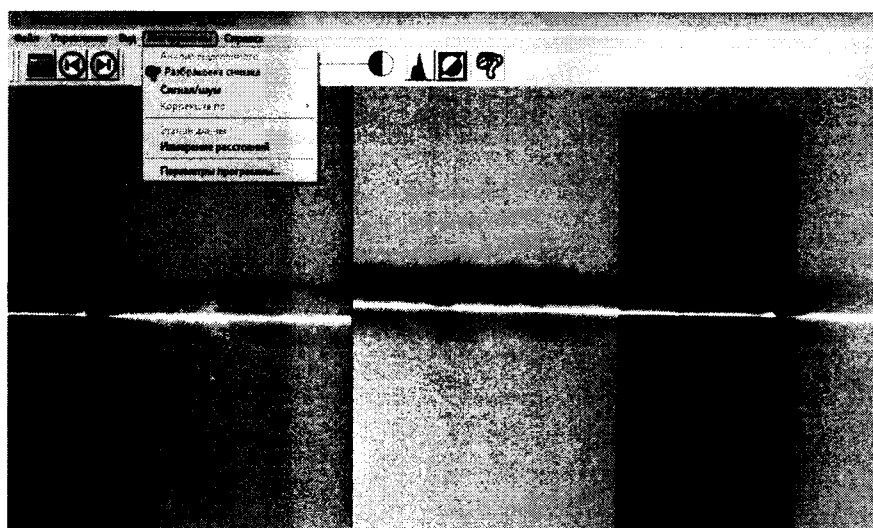

Рисунок 5 – Вид окна ПО «Менеджер дефектоскопа»
– выделить полученное изображение пластины, выбрать пункт «Анализ выделенного» в меню «Инструменты» ПО «Менеджер дефектоскопа» (рисунок 5).